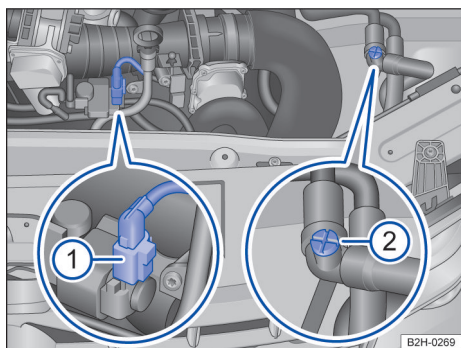

Fig. 177 No compartimento do motor: conector ① e válvula de ventilação manual ②.
- ② Remover a cobertura do motor para cima e guardar de modo seguro.
- ③ Abrir a tampa do reservatório de líquido de arrefecimento do motor → Página 232.
- ④ Abrir a válvula de ventilação manual cerca 3 voltas no sentido anti-horário → Fig. 177 ②.
- ⑤ Durante o abastecimento do sistema de arrefecimento do motor, observar a válvula de ventilação manual e fechá-la se sair líquido de arrefecimento do motor da válvula de ventilação manual.
- ⑥ Remover o conector ao lado da vareta de medição do óleo e guardá-lo → Fig. 177 ①. Não conectar o conector novamente até a visita à oficina.
- ⑦ Abastecer o sistema de arrefecimento do motor até a borda superior do reservatório de líquido de arrefecimento do motor com líquido de arrefecimento do motor até que o nível de líquido de arrefecimento do motor não baixe mais.
- ⑧ Aguardar durante cerca de 5 minutos.
- ⑨ Dar partida ao motor e, dependendo da versão, regular o regulador do aquecimento ou do ar-condicionado para a temperatura máxima.
- ⑩ Aumentar a rotação do motor parado em 2.500 rpm e manter a rotação do motor durante cerca de 2 minutos.
- ⑪ Desligar o motor.
- ⑫ Aguardar cerca de 2 minutos e então abastecer o sistema de arrefecimento do motor mais uma vez até o canto superior do reservatório de líquido de arrefecimento do motor.
- ⑬ Repetir as etapas de trabalho 10 a 12 até que o nível de líquido de arrefecimento do motor no reservatório de líquido de arrefecimento do motor não baixe mais.
- ⑭ Se até agora ainda não tiver saído nenhum líquido de arrefecimento do motor da válvula de ventilação manual, fechar a válvula de ventilação manual, girando-a em sentido horário. ▶